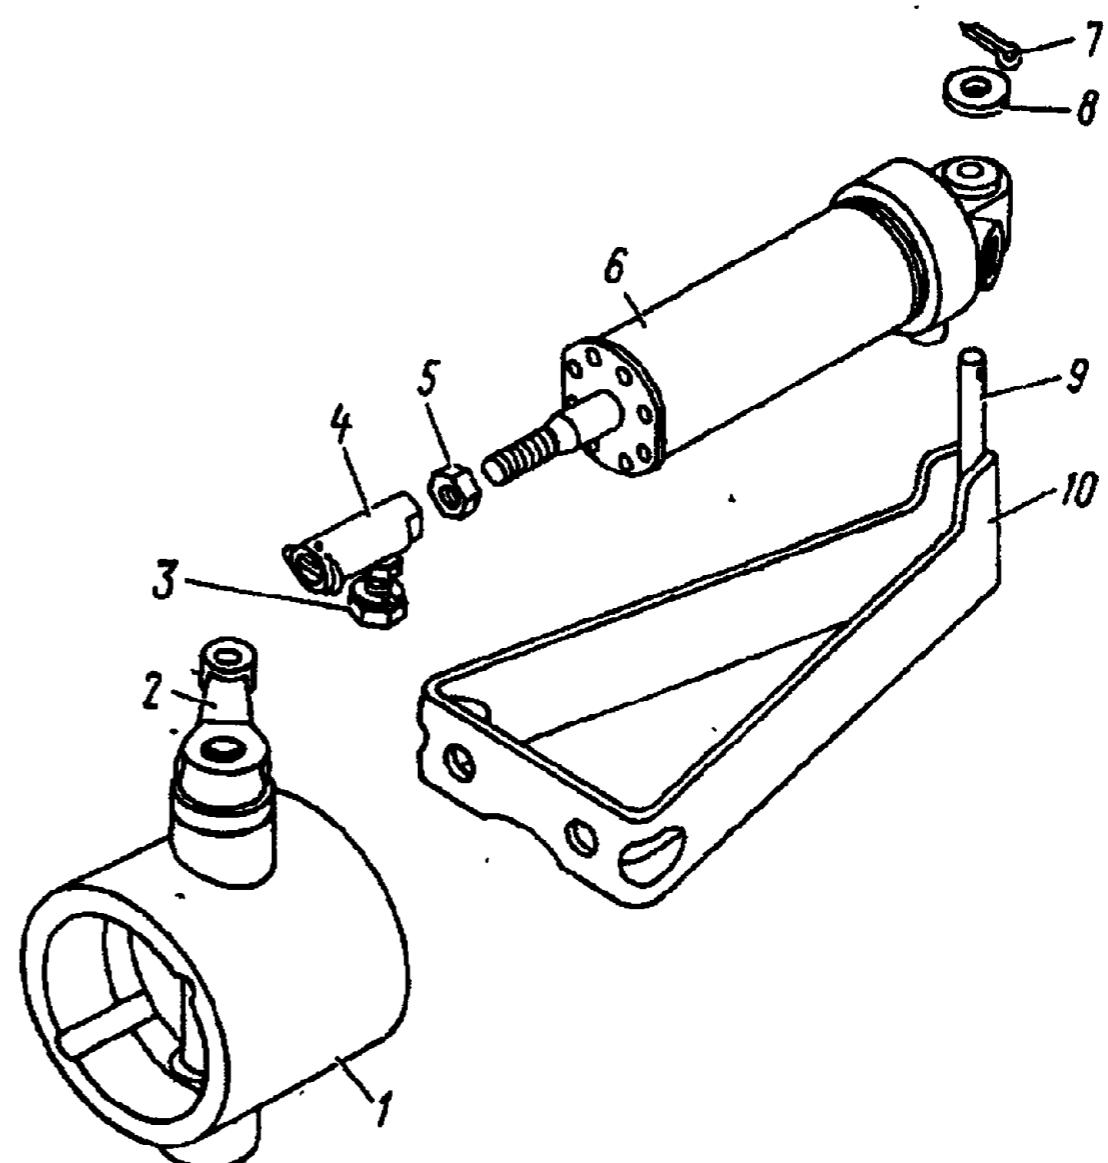

Рис. 61. Установка пневматического цилиндра вспомогательной тормозной системы:
2. Отвернув гайку 3 (рис. 61), снимите цилиндр 6 в сборе с рычагом 2 корпуза 1 вспомогательной тормозной системы	Ключи 10, 13 мм